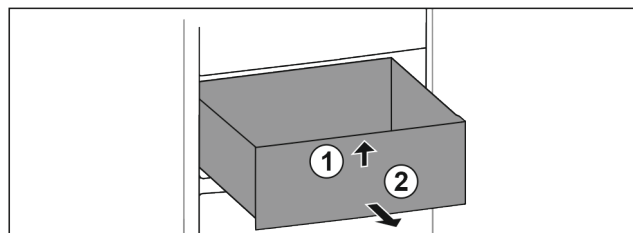

Fig. 191
- Ngrini lart sirtarin në pjesën përpara. Fig. 191 (1)
- Hiqeni sirtarin nga përpara. Fig. 191 (2)